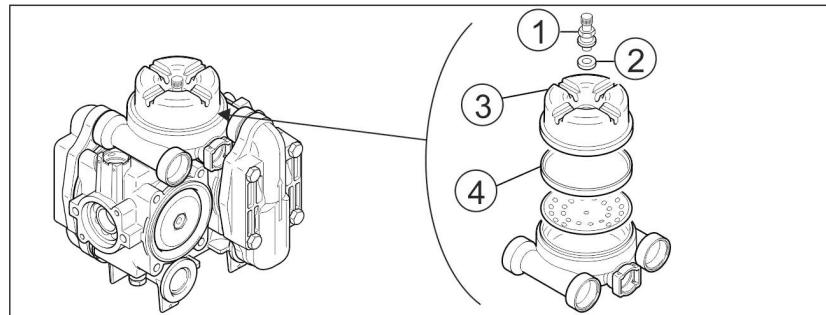

Fig. 195
- Curățați filtrul în conductă (Fig. 195/1) în funcție de condițiile aplicației de lucru la fiecare 3 – 4 luni.